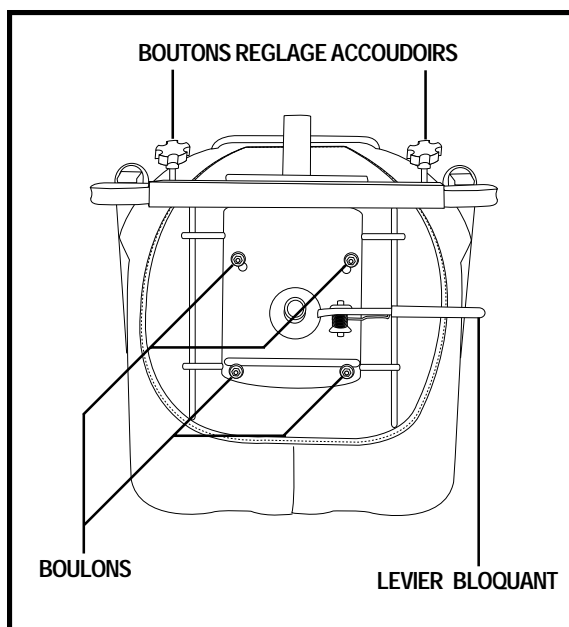

Figure 11. Reglages du siège
1. Tirez sur le levier vers le haut pour débloquer le siège. **Voir la figure 11.**
1. Desserrez les boutons derrière le dossier du fauteuil. **Voir la figure 11.**
2. Retirez les quatre boulons qui attachent le siège à la base. **Voir la figure 11.**